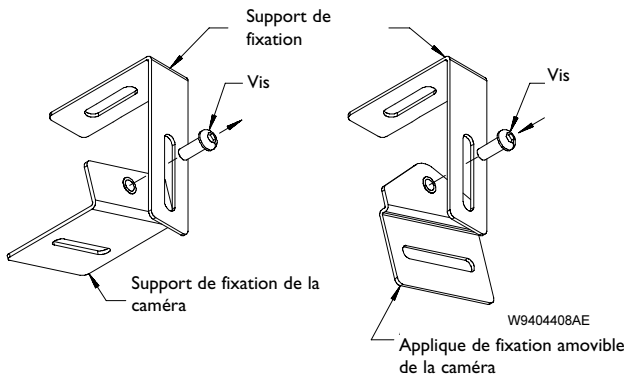

Figure 5 : Applique de fixation amovible de la caméra
1. Si dans le cadre d'une installation murale la caméra doit être montée horizontalement, retirez le support de fixation de la caméra du support de montage, puis installez l'applique de fixation amovible de la caméra fournie dans le kit matériel. Veuillez vous référer à la figure 5.